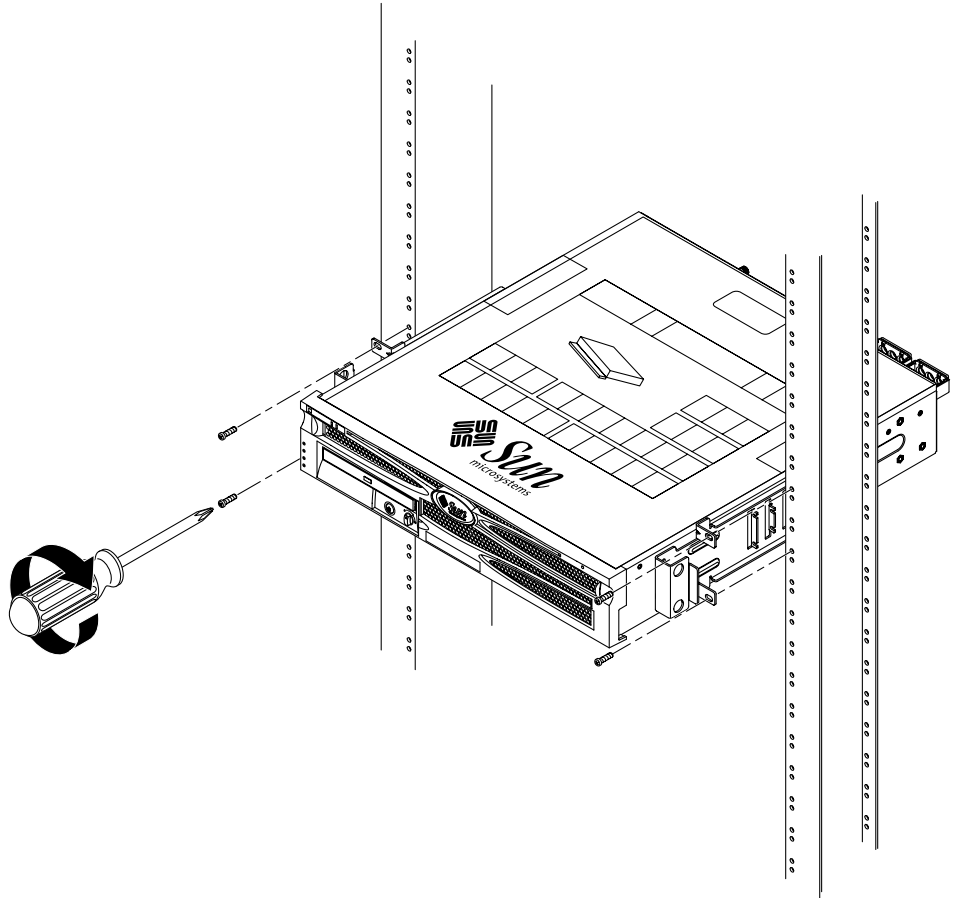

FIGURA 3-32 Instalación y fijación del servidor en el bastidor de dos postes
4. Con dos tornillos para cada soporte, fije el frontal del servidor a la parte frontal del bastidor (FIGURA 3-32).